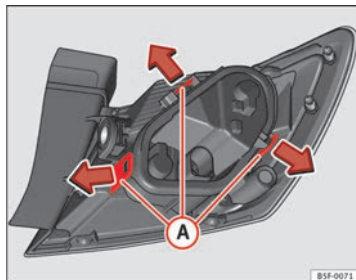

Fig. 145 Lengüetas de fijación en la parte posterior de la unidad de luz trasera
- Desmonte el portalámparas ⇒ fig. 145 desbloqueando las lengüetas de fijación **A**.